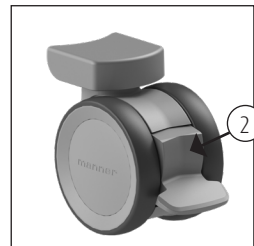

Abbildung 2. Deaktivieren der Radsperre.
- Um den Lotus / Lotus Compact / Lotus XL zu entriegeln, bewegen Sie denselben Bremshebel am Rad nach oben. Sowohl in der Sitzposition als auch in der wegschwenkbaren Position sind die Sitzkomponenten leicht geklemmt. Dadurch wird verhindert, dass sich der Sitz wegdreht, wenn der Kunde auf dem Lotus sitzt (2) (Siehe Abbildung 2).